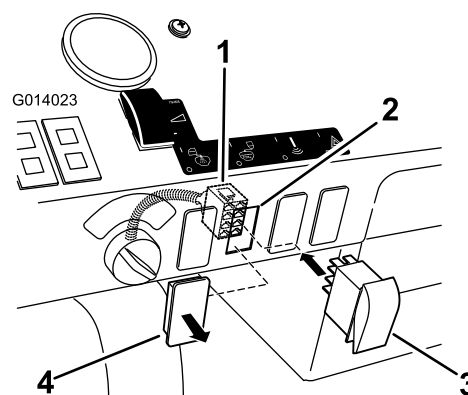

Figura 28
1. Localize a ficha do interruptor do misturador no painel de instrumentos (Figura 28).
2. Retire a ficha do painel de instrumentos (Figura 28).
4. Instale o interruptor na ficha da caixa, através do painel de instrumentos com o LED no interruptor na posição superior (Figura 28).